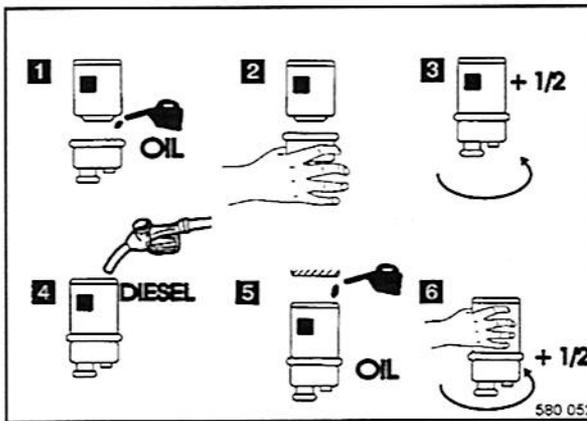

Fig. 144
- Untar la junta de goma del separador de agua 1 (Fig. 144) ligeramente con aceite.
- Enroscar el separador de agua con la mano (2) hasta la junta hace contacto.
- Apretar el separador de agua con otra media vuelta más (3).
- Llenar el nuevo cartucho filtrante con combustible diesel limpio (4).
- Untar la junta de goma del elemento filtrante (5) ligeramente con aceite y enroscarlo con la mano hasta la junta hace contacto.
- Apretar el elemento filtrante con otra media vuelta más (6).